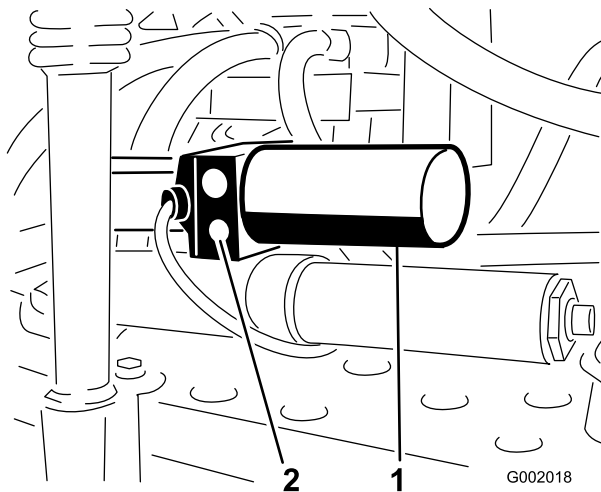

Bild 71
1. Ermitteln Sie das manuelle Überdruckventil am Aktuator jedes Auslegers. Das manuelle Überdruckventil ist das kleinste Ventil. Es befindet sich nur an einer Seite des Aktuators (Bild 71).